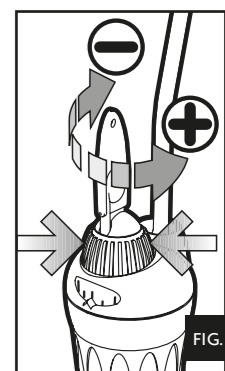

FIG. 6
- 8- Tenir le bouton de réglage principal (bleu) avec une main pour éviter à l'échelle de se déplacer de celle-là déjà fixée sur le point de repère et tourner le bouton de post-calibrage (orange) vers + si la valeur de la température que vous avez mesurée est plus basse de celle-là indiquée en correspondance du point de repère, ou vers - en cas la température mesurée est supérieure à celle indiquée par le point de repère (fig. 6). Le bouton de post-étalonnage peut être réglé sur 6 diverses positions, 3 vers le + et 3 vers le -. Chaque position correspond à peu près à 1°C. Si on a réglé le chauffe-eau sur une température de 24° et on mesure 22°C, il suffit de tourner le bouton de post-étalonnage 2 positions vers +.
- d. houd de blauwe draai-regelaar vast op de ingestelde waarde en draai de oranje draaiknop ten op + of - afhankelijk van het gemeten temperatuur (afb. 6). In elk richting (+ en -) kan maximaal tot 3 graden worden afge. 6). In elk richting (+ en -) kan maximaal tot 3 graden worden aangepast. Dat kan in drie stappen van elk 1 graad Celsius. Er is een voelbare click bij het bereiken van elk stap. Is het thermostaat bij voorbeeld ingesteld op 24 graden en er worden maar 22 graden gemeten houd u de blauwe regelaar op 24 graden vast, terwijl u de oranje draaiknop om 2 posities teug + draait. Een ijken kan alleen binnen een band van zes graden gebeuren, 3°C naar + en 3°C naar -. PROBEER ER NOOIT VERDER DAN DREI STAPPEN IN EEN RICHTING TE DRAAIEN!
- d. Mantenga el botón de regulación principal (azul) con una mano para evitar que a la escala que se desplace de la ya fijada en el punto que marca y gire el botón de post calibración (naranja) hacia + si el valor de la temperatura que ha medido es más baja que la que se indica en el punto de referencia, o hacia - en el caso en que la temperatura obtenida sea superior a la indicada en el punto de referencia (fig. 6). El botón post-calibración se puede regular sobre 6 posiciones diferentes, 3 hacia el + y 3 hacia el -. Cada posición corresponde más o menos a 1°C. Si el termocalentador se ha regulado sobre una temperatura de 24° y se ha obtenido una temperatura de 22°C, basta con girar el botón de post-calibración 2 posiciones hacia +.